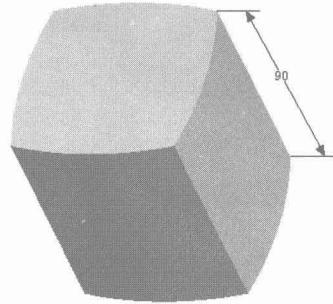

图1-21
1. 选择 TOP 基准面绘制如图 1-21 (b) 所示拉伸实体，拉伸截面如图 1-21 (a) 所示。